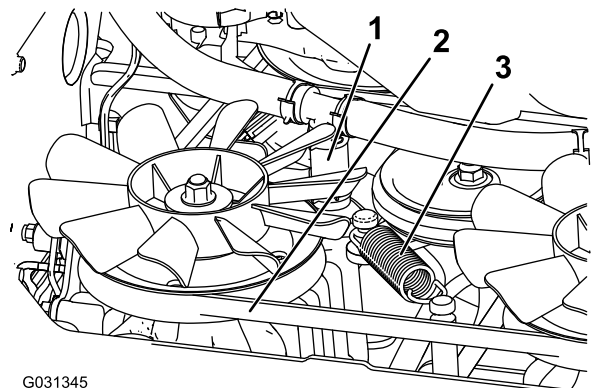

図 68
5. 下側の油圧ホースを外す 図 68。
6. テンションスプリングを外す 図 68。